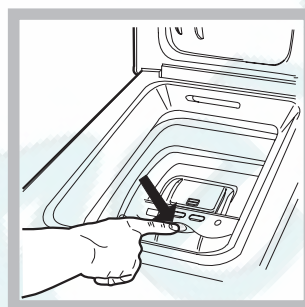

рис. 2
Нажмите кнопку, показанную на рис. 2, крышка барабана плавно откроется.
E) ОКОНЧАТЕЛЬНЫЙ ОСТАНОВ БАРАБАНА (рис. 2):